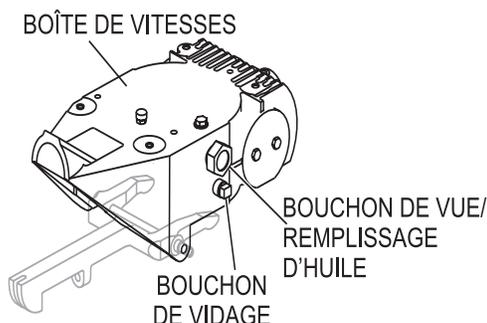

Figure 19. Boîte de vitesse
1. Déterminez si le niveau d'huile de la **boîte de vitesses** est bas en enlevant le bouchon de l'huile situé sur le côté de la boîte de vitesses. Ce bouchon sera marqué avec la décalcomanie « *vérifier* ». Voir la Figure 19. Le niveau correct de l'huile lubrifiante devrait se situer au bas du bouchon de remplissage.